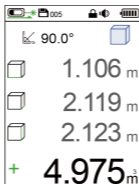

Imagen 8 Segundo volumen medido
Paso 3: Repita el paso 1 para medir el segundo volumen, y el resultado se muestra en la Imagen 8;